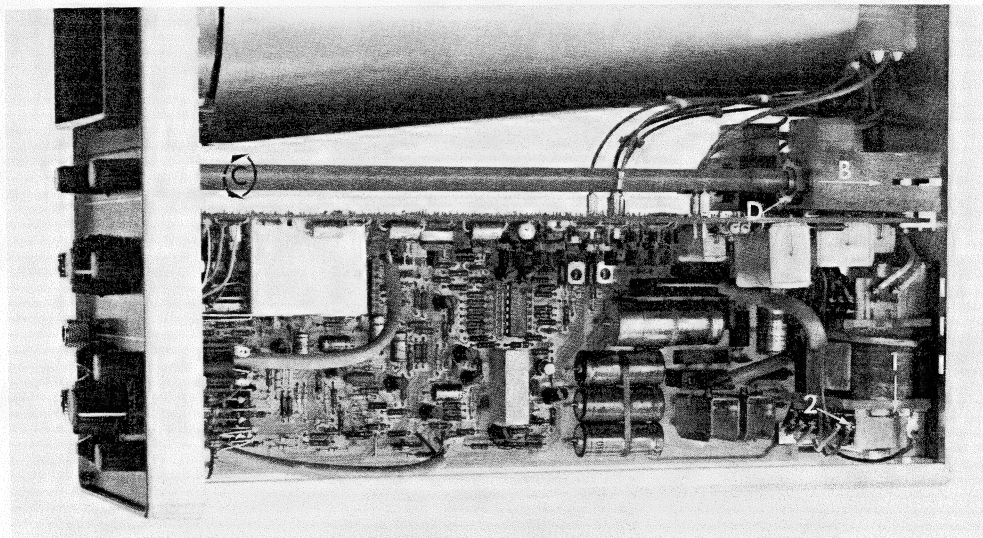

Fig. 2.6. Ausbau
- Nylonklemmen B (Abb. 2.6) durch die Öffnungen an der Rückwand herauschieben.
- gleichzeitig Achse C (Abb. 2.6) drehen und ziehen bis das viereckige Achsenende genau in die Öffnung passt und sich herausnehmen lässt.
- Sechskantmutter D (Abb. 2.6) lösen, um Potentiometer zu entfernen.
- die beiden Nylonklemmen Q (siehe Abb. 2.6) am Ende der Röhre nach innen pressen und unter Rücksichtnahme auf die Mumetallabschirmung die Elektronenstrahlröhre so weit durch die Frontplatte herauschieben, dass die Röhrenfassung gelöst werden kann (Nylonklemme zur Unterstützung zurück-schieben).